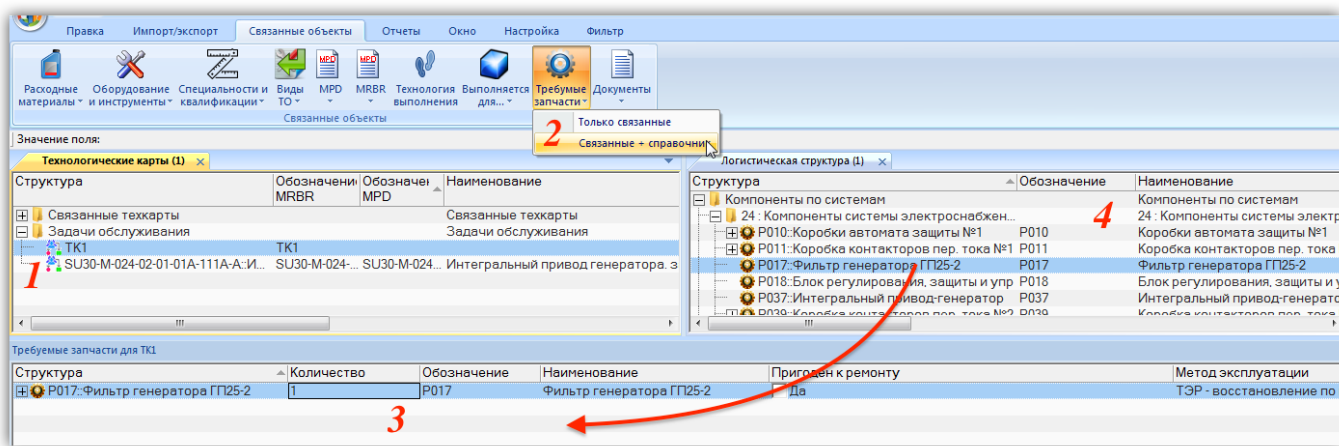

Рис. 12-54 – Запасные части, необходимые для выполнения ТК
- 2) Выбрать техкарту в окне «Технологические карты» (1 на рис. 12-54).